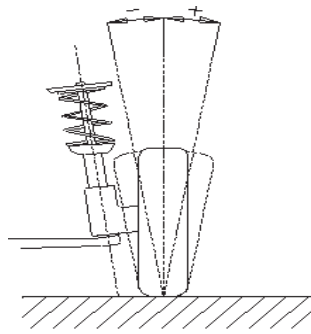

图1.1 外倾角示意图
- 外倾角定义为由车前方看轮胎中心线与垂直线所成的角度, 向外为正, 向内为负, 如图1.1。其角度的不同能改变轮胎与地面的接触点及施力点, 直接影响轮胎的附着力及磨损状况, 并改变车重在车轴上的受力分布, 避免轴承产生异常磨损。此外, 外倾角的存在可用来抵消车身受负荷后, 悬架系统机件变形及活动面间隙所产生的角度变化。